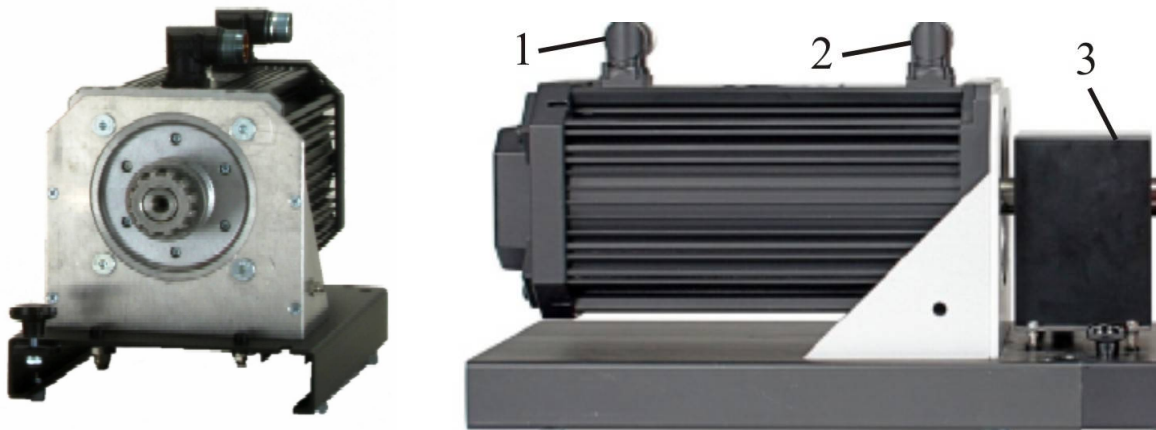

Рис. 2. Нагрузочное устройство (серводвигатель)
Внешний вид нагрузочного устройства (серводвигателя) приведен на рис. 2. Здесь:
12. Реле защиты (максимальная нагрузка 230 В, 1 А). Если не установлен защитный кожух (поз. 3, рис. 2), реле находится в разомкнутом состоянии и не позволяет запустить электрическую машину.